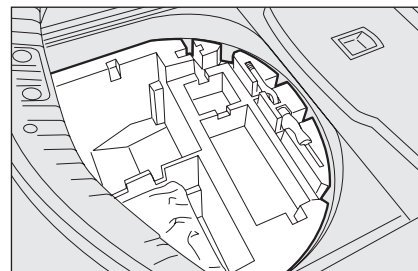

fig. 3
- ☐ per versioni dotate del "kit riparazione rapida pneumatici Fix&Go" prelevare dal bagagliaio il contenitore attrezzi **fig. 3**;